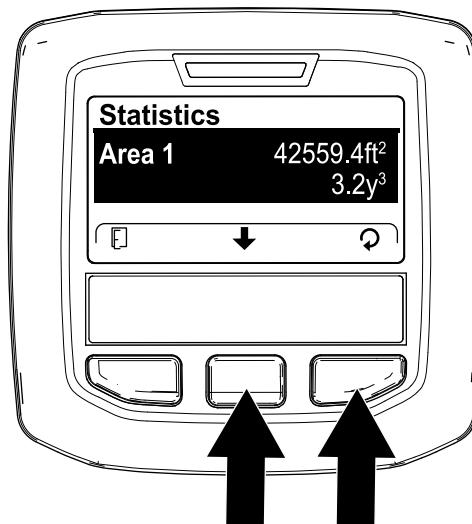

图 106
- 在 STATISTICS 统计屏幕上按中间 InfoCenter 信息中心按钮直至 AREA 1 区域 1 选项被选定图 106。